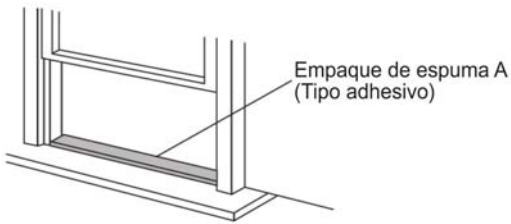

Imagen 8
1. Corte el empaque de espuma (tipo adhesivo) hasta lograr la longitud adecuada y péguela en el apoyo de la ventana, Imagen 8.